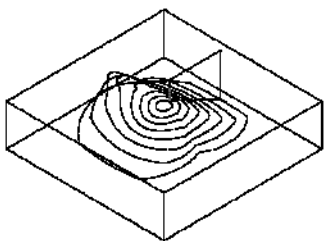

图 2-226 圆形
- **【圆形】**：刀具路径为多组圆形，用短连接过渡，类似等高精加工，如图 2-226 所示。